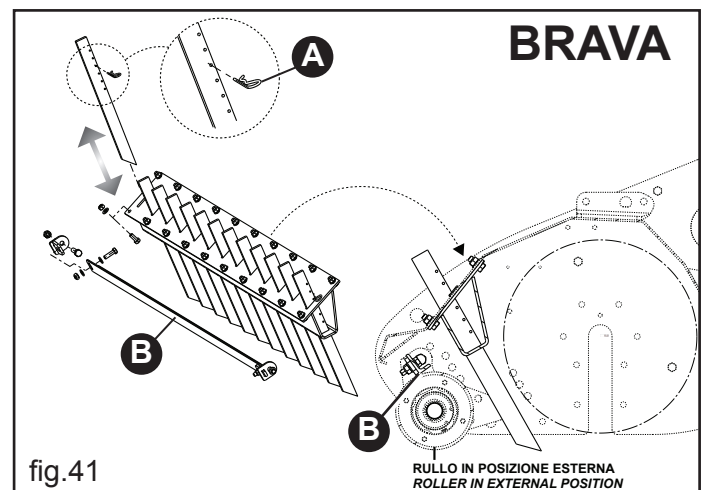

fig.41
- Una vez liberados los orificios, efectuar la fijación del kit con las respectivas tuercas y tornillos. (Véase fig.41)
- Quite el pasador de cierre (A fig.41) del diente.
Para el montaje del kit de dientes de recolección, el rodillo posterior debe estar en posición externa; por tanto, también hay que montar el raspador de lodo (B fig.41).